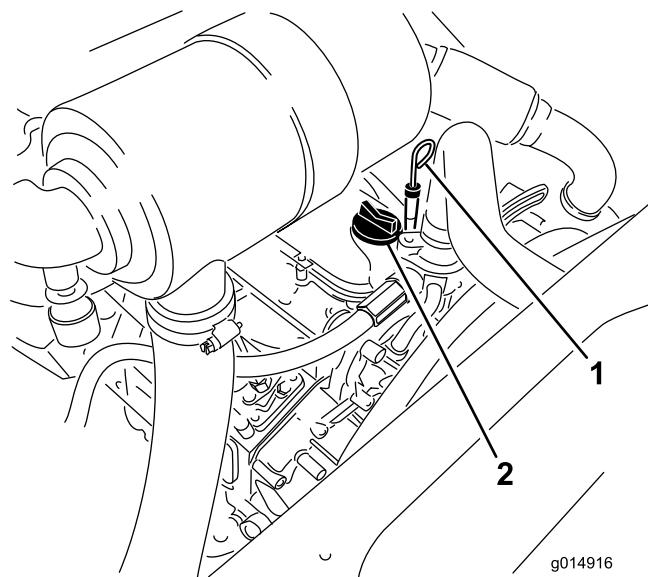

Figura 31
3. Retire la varilla, límpielala, y vuelva a colocarla (Figura 31).
| 5. Si el nivel de aceite está por debajo de la marca Lleno, retire el tapón de llenado (Figura 31) y añada aceite hasta que el nivel llegue a la marca Lleno. | |